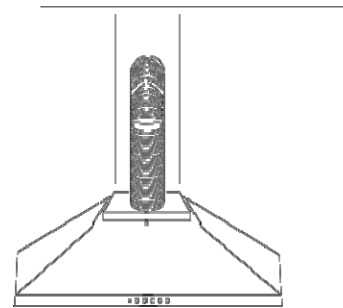

fig. 5
8. Fixez le raccord à la conduite d'évacuation. (fig.5)